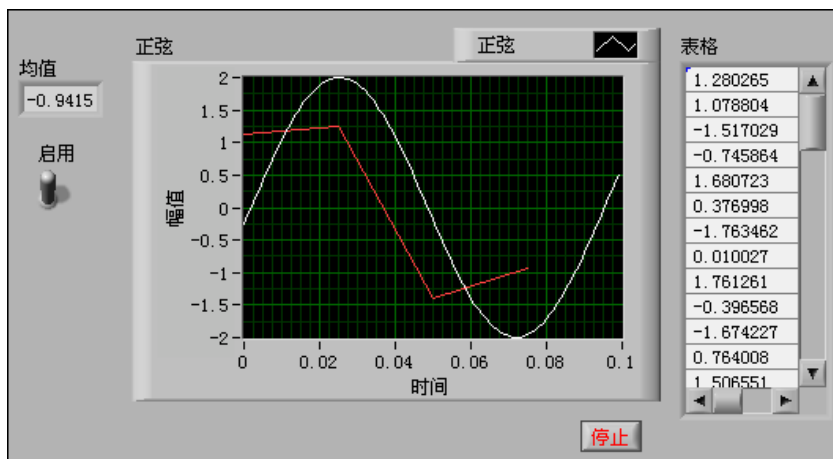

图 2-1 减少采样点 VI 的前面板
在下列练习中，将打开一个空 VI 并向 VI 的程序框图添加各种结构和 Express VI，从而创建一个新 VI。所创建的 VI 可生成一个信号，减少信号中的采样数，并在前面板的表格中显示数据结果。完成练习后，VI 的前面板将如图 2-1 所示。
8. 排列输入控件和显示控件，如图 2-1 所示。